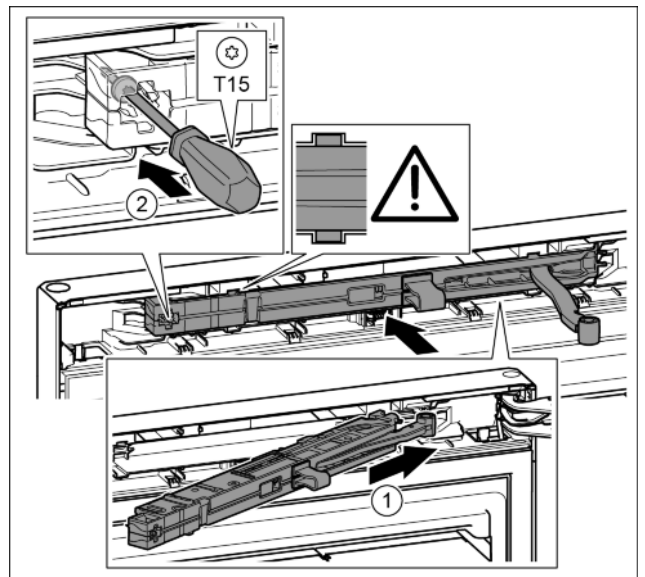

Fig. 21
- ▶ Вставить узел амортизатора со стороны опорного кронштейна в выемку до упора под наклоном. Fig. 21 (1)
- ▶ Затянуть винт отверткой T15. Fig. 21 (2)